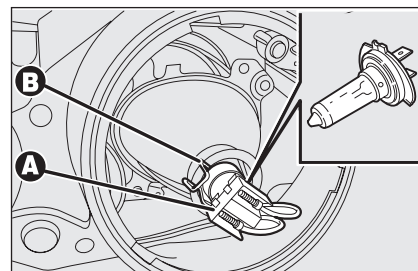

fig. 26
- ☐ débrancher le connecteur électrique **A-fig. 26**;